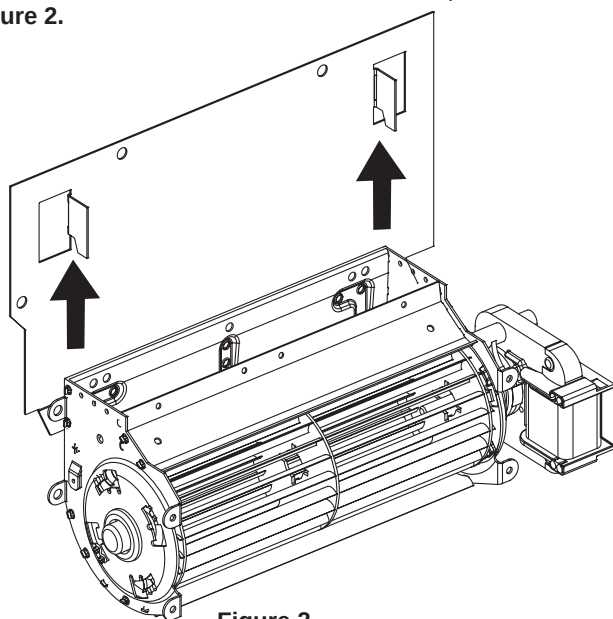

Figure 2
2. Installer la soufflerie sur les supports prévus à cet effet sur la plaque de montage. S'assurer que les attaches en Velcro sont réunies afin de maintenir la soufflerie en place. Voir **Figure 2**.